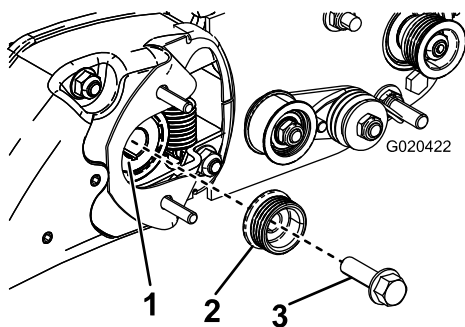

Bild 10
1. Entfernen Sie die Schraube, mit der die Groomerriemenscheibe an der Antriebswelle befestigt ist, und werfen sie weg (Bild 10).
- Befestigen Sie die Antriebsscheibe mit einer Bundkopfschraube ($\frac{3}{8}$ " x 2") an der Welle (Bild 10). Ziehen Sie die Schraube mit 47 bis 54 N m an.